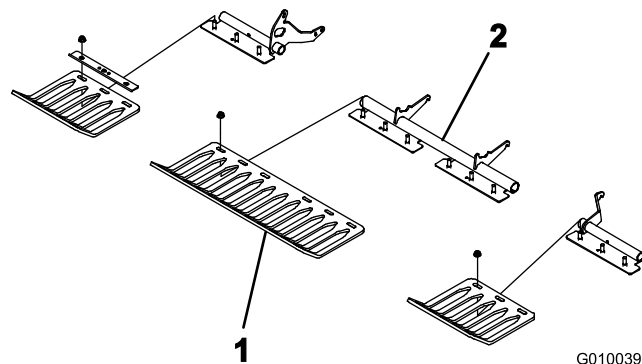

Bild 23
3. Befestigen Sie die Rasenschutzvorrichtungen mit 4 Rasenschutzklemmen und 12 Bundmuttern lose an den Halterungen der Rasenschutzvorrichtung (Bild 23). Ziehen Sie die Bolzen nicht fest.
Hinweis: Die Rasenschutzklemmen und die Bundmuttern sind bei der Lieferung an den Halterungen der Rasenschutzvorrichtung befestigt (Bild 23).